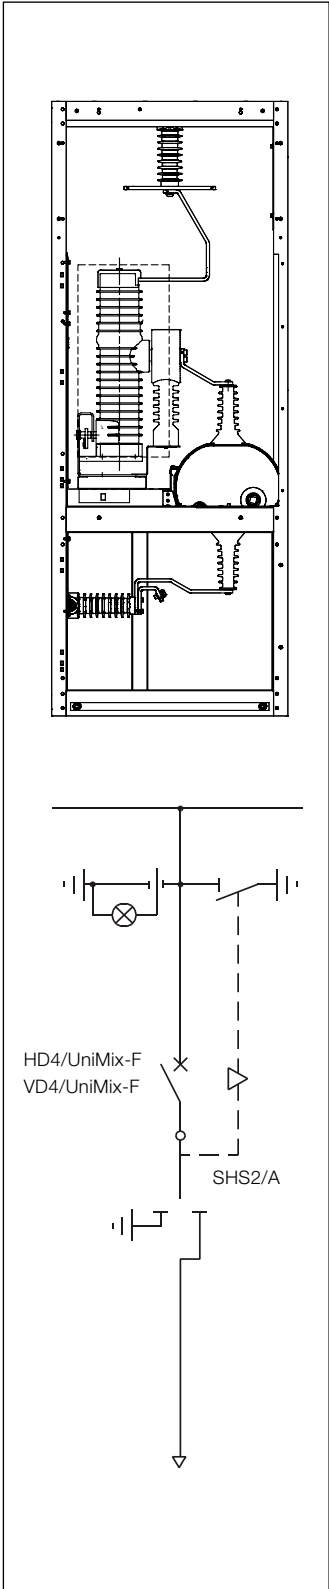

Fig. 6 - UniMix P1A
- **SHS2/A:** sectionneur de terre à trois positions inversé et sectionneur de terre espacé, verrouillés, avec commande manuelle à manœuvre dépendante. Il est normalement utilisé pour réaliser des compartiments arrivée avec disjoncteur fixe (Fig. 6).